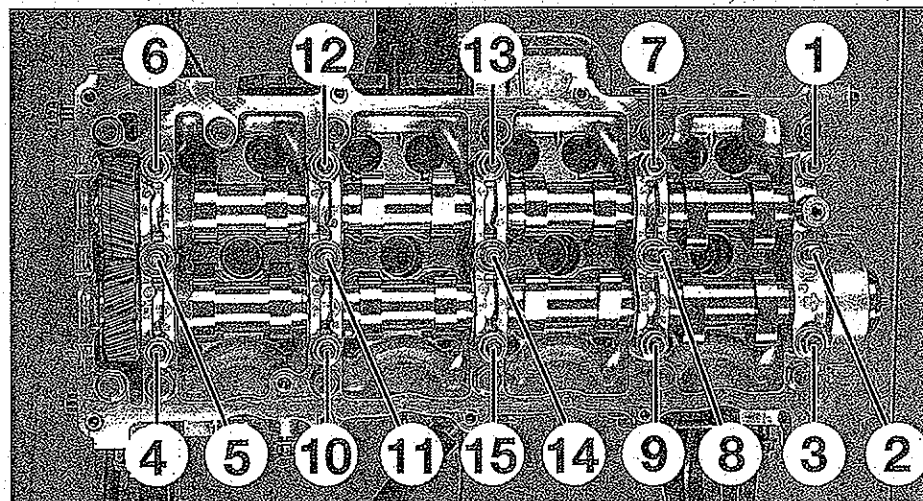

FIG. 34
- Desmontar los apoyos de ejes de levas aflojando por pasadas de media vuelta en el orden de aflojado (fig. 34).